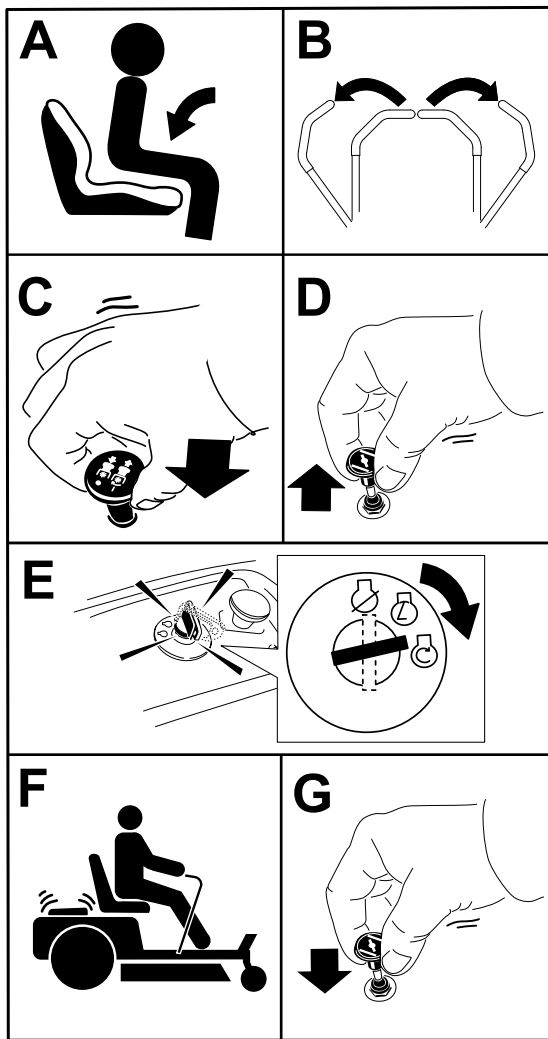

Bild 24
1. Stellen Sie den Zapfwellenantriebsschalter in die AUS-Stellung, um die Messer auszukuppeln (Bild 24).